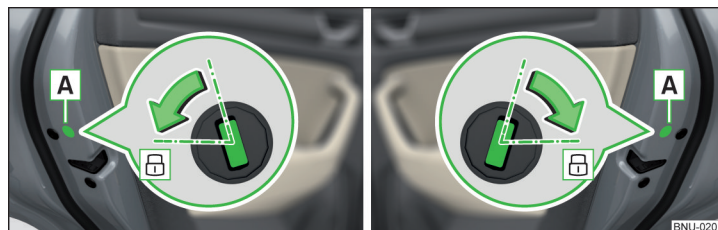

Fig. 344 Portière gauche/Portière droite
- › Pour les véhicules avec le cache **A**, enlever ce cache » fig. 344.